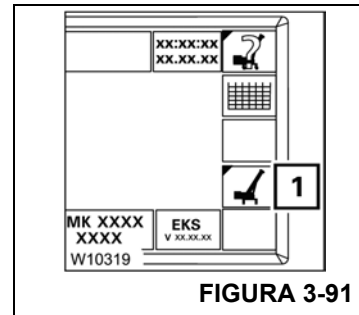

FIGURA 3-91
. Pressione uma vez o botão F8 (1) (Figura 3-91).